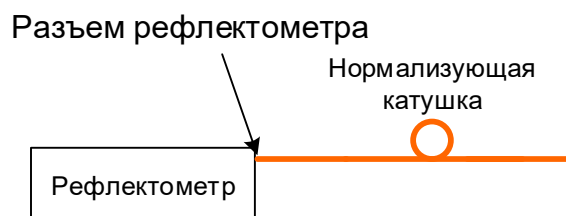

Рис. 1.3. Схема подключения для изучения работы рефлектометра
- 3.3 Подключите к FC-разъему рефлектометра OTDR нормализующую катушку, которая будет выступать в роли оптической линии. Каждый раз при подключении к рефлектометру, убеждайтесь, что в линию не поступает оптический сигнал, наличие которого может привести к неисправности прибора (рис.1.3).